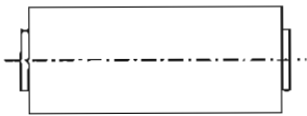

Fig. 4-6
- 4). Gently turn the guide rollers on both sides counterclockwise until the envelope becomes as shown in Fig. 4-6.
- 4). 両側のガイドローラーを互いに少しずつ左側に回し、エンベロープを Fig. 4-6 のような形状にする。
- 5). After the adjustment is complete, eject the tape, then load it again and confirm whether or not the envelope is as shown in Fig. 4-6. If NOT, go back to 1), and perform the adjustment again.
- 5). 調整後、一度テープを EJECT し、再度ローディングを行ないエンベロープが Fig. 4-6 のような形状になっているかを確認する。なっていない場合には、再度 1) 項に戻って調整する。